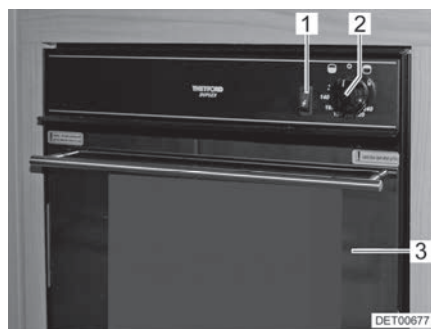
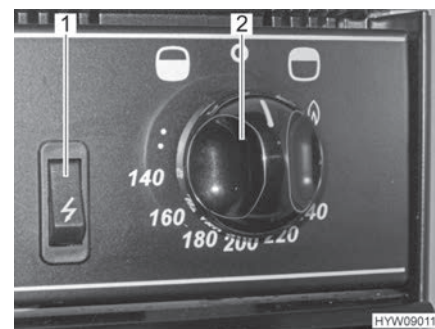

Fig. 181 Four à gaz avec grill
Fig. 182 Boutons de commande (four à gaz avec grill)
- Ouvrir complètement la porte du four (Fig. 181,3).
- Appuyer sur le bouton tournant (Fig. 181,2 et Fig. 182,2) et le régler à la puissance maximale en le faisant tourner dans le sens inverse des aiguilles d'une montre (en direction du symbole de four "🍲").
- Enfoncer le bouton tournant (Fig. 181,2 et Fig. 182,2) et le maintenir enfoncé pendant 5 à 10 secondes. Le gaz s'écoule vers le brûleur.
- Appuyer sur l'interrupteur d'allumage (Fig. 181,1 et Fig. 182,1) jusqu'à ce que la flamme se consume.
- Appuyer sur le bouton tournant (Fig. 181,2 et Fig. 182,2) et le placer sur le symbole de la flamme e en le faisant tourner dans le sens des aiguilles d'une montre (en direction du symbole de grill "🔥").
- Placer le bouton tournant (Fig. 181,2 et Fig. 182,2) sur "O". La flamme s'éteint.